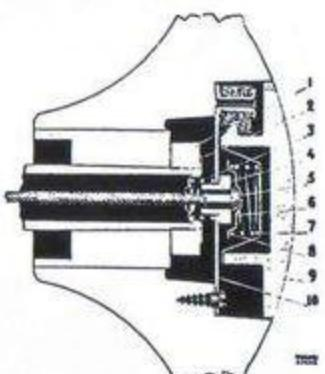

Bild 94. Ratinav [till utl]
2. Vrid signalknappen (9 bild 94)  $\frac{1}{8}$  varv och lyft upp den. Ta bort fjädern (8) och kontaktbrickorna (6 och 7). Lossa fästplattan (10) och dra upp den tillsammans med ledning (5), fjäder och kontaktbricka.